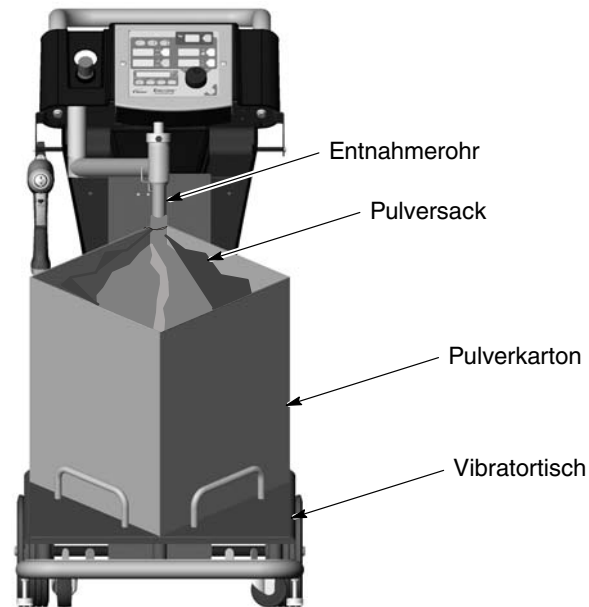

Abbildung 4-2 Inbetriebnahme des Pulverkartons
2. Siehe Abbildung 4-2. Einen Karton mit Pulver auf den Vibrationstisch stellen.